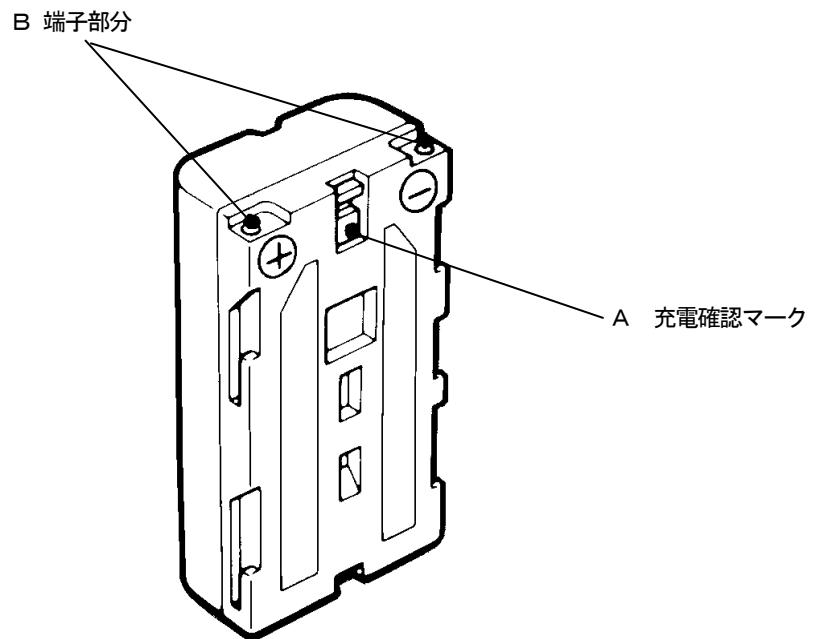

図3-37 バッテリーパック
緑色の充電確認マーク(図3-37 A参照)は、充電後にバッテリーパックを使用したかどうかなどの確認にご利用ください。
- 端子部分(図3-37 B参照)にゴミや砂などの異物が入らないように注意してお使いください。もし、異物が入ってしまったときは、先の細い柔らかい棒で完全に取り除いた後、充電器への取り付け、取り外しを数回繰り返してください。